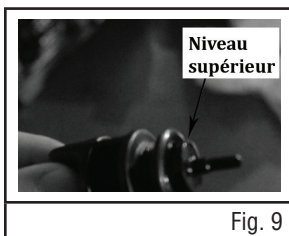

Fig. 9
- Si le niveau d'huile est inférieur à la ligne de niveau inférieure, remplissez avec une huile appropriée jusqu'à la ligne de niveau supérieure. Voir les figures 9 et 10